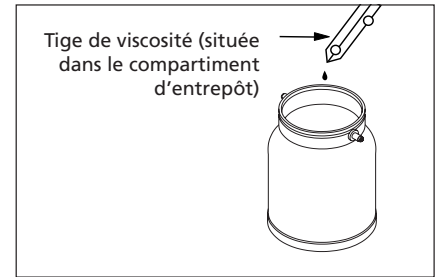

Figure 8 - Tige de viscosité
- En utilisant la procédure suivante, vérifier la viscosité du matériel avant de serrer le pistolet sur le récipient de matériel (Figure 8).